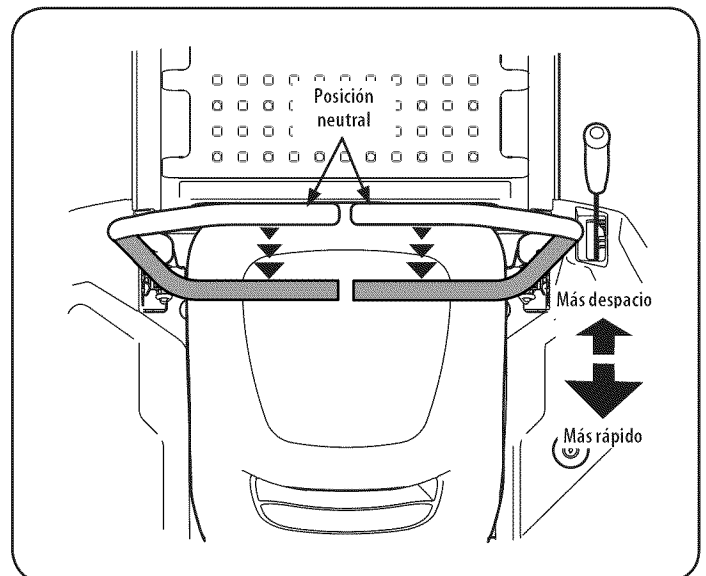

Figura 16
1. Mueva las dos palancas de control lenta y suavemente hacia atrás. El tractor cortacésped comenzará a moverse hacia atrás. Vea la Figura 16.